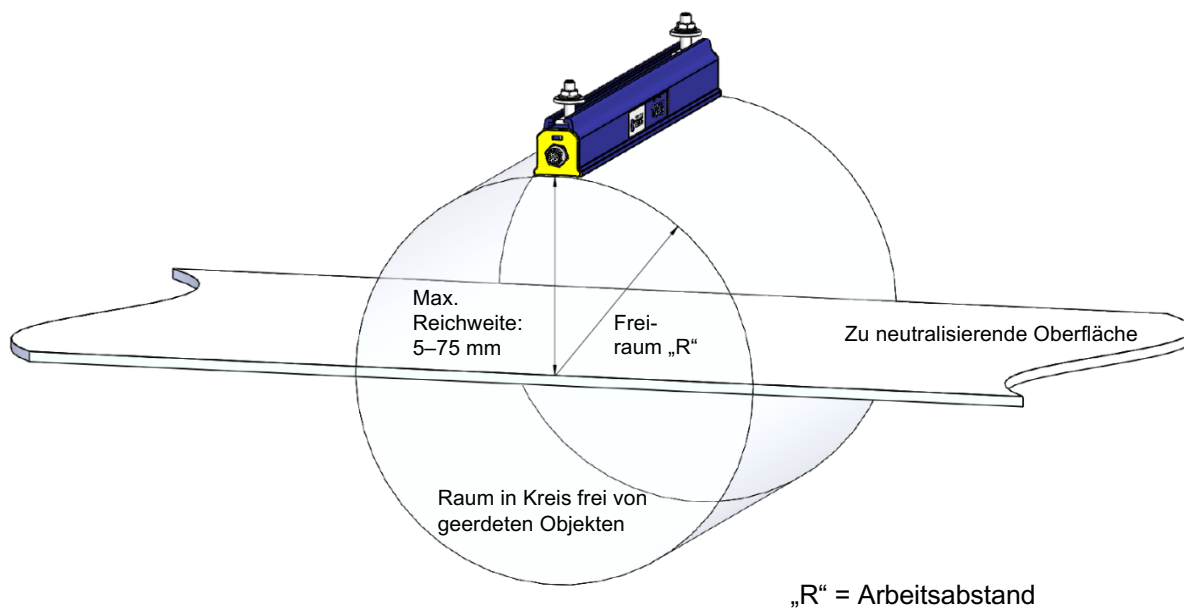

Abbildung 3: Optimale Position für Vicinion-Ionensprühstab
- **Um optimale Ergebnisse zu erzielen, muss der Ionensprühstab gemäß Abbildung 3 montiert werden.**